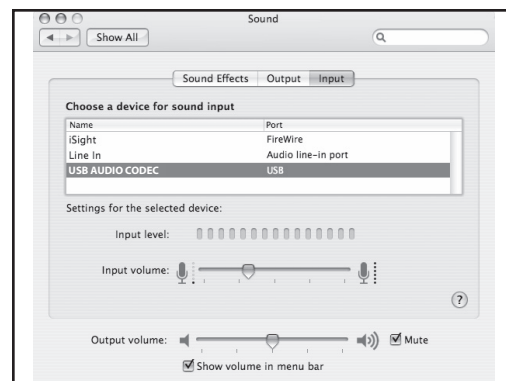

Figure 10
4. Cliquez ensuite sur l'onglet Entrée et sélectionnez le Codec Audio USB (Figure 10). Le curseur Volume est réglé automatiquement sur le niveau maximum. Ceci vous permet de bénéficier d'une plage de réglage maximale pour l'utilisation du bouton Volume de votre console.